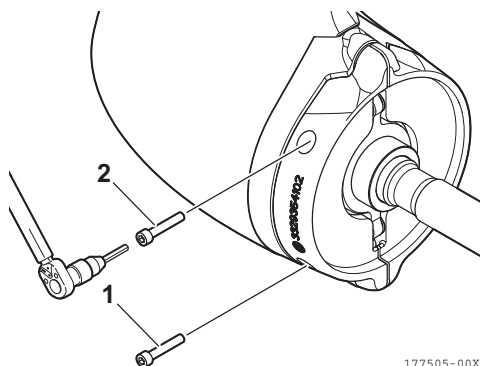

Figure 30
2. À l'aide d'une clé dynamométrique et d'une clé hexagonale, serrez les vis d'assemblage (1, 2, **Figure 30**) des anodes à un couple de 9 Nm.